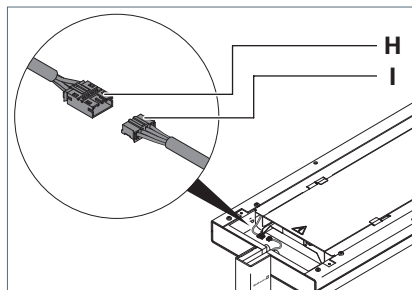

Fig. 15: Collegamento della testa dell'apparecchio d'illuminazione, parte 1.
- Collegare la spina **I** alla presa **H** sulla testa dell'apparecchio d'illuminazione, vedi Fig. 15.